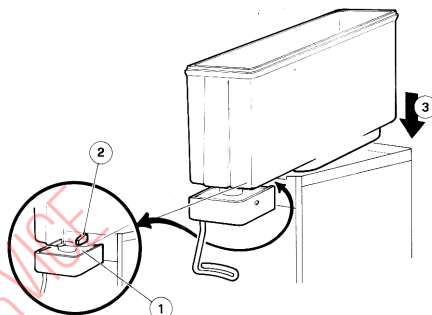

figura 8
CADDY 5/2 - 5/3 - 5/4: assicurarsi che il piano superiore del corpo rubinetto (1) risulti al disotto del dente di ritegno (2) sporgente dal piano gocciolatoio (vedere figura 8).